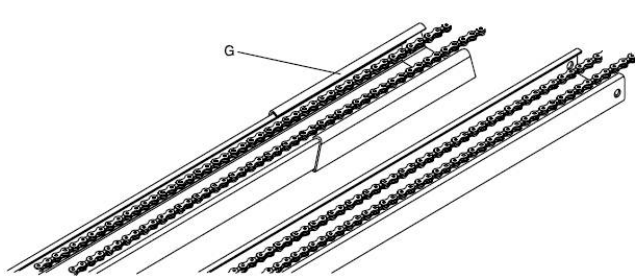

рис.6
- Снимите с ворот задвижку, замок, если есть. Расположите часть G как показано на рис. 6.